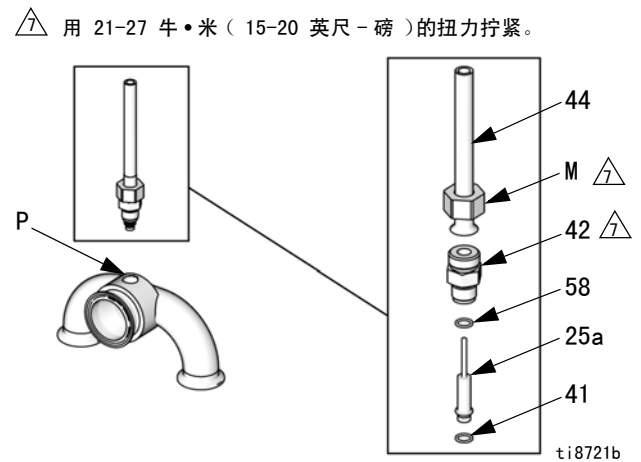

图 10. 压力转换器
11. 请参见图 10。松开传感器导管 (44) 上的螺母 (M)，并从转换器端口 (P) 拧下转换接头 (42)。从端口上卸下转换器 (25a)。
13. 请参见图 10。将新的黑色 O 形圈 (41) 和新的黄铜垫片 (58) 安装到转换器 (25a) 上。
16. 请参见图 10。将转换器插入转换器端口 (P)。用 21-27 牛·米 (15-20 英尺-磅) 的扭力先拧紧转换接头 (42)，然后拧紧螺母 (M)。